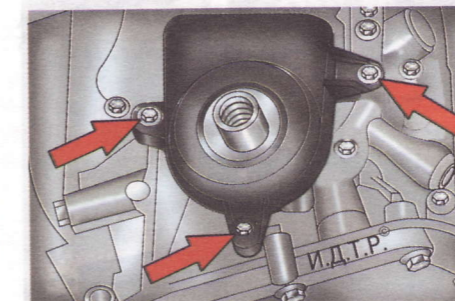

Рис. 4.19. Нижняя крышка ремня привода газораспределительного механизма и ее крепление
15. Выверните три болта крепления нижней крышки ремня привода газораспределительного механизма (рис. 4.19) и снимите крышку.